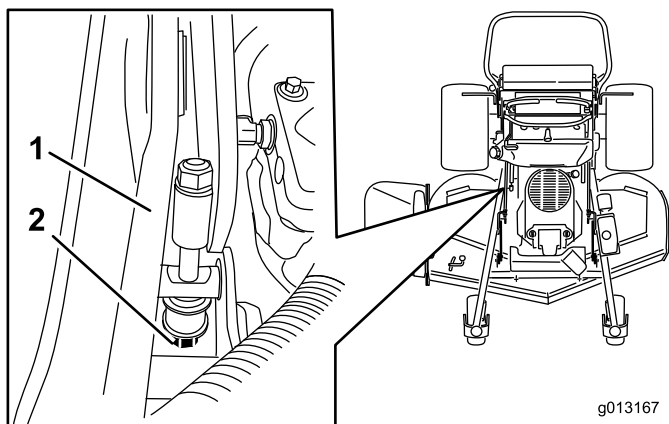

Figura 89
5. Si la medida no es la correcta, localice la varilla de ajuste de la altura de corte en el lado derecho de la máquina (Figura 89).
6. Ajuste el perno de ajuste hasta obtener la distancia correcta de (7,6 cm) (Figura 89).